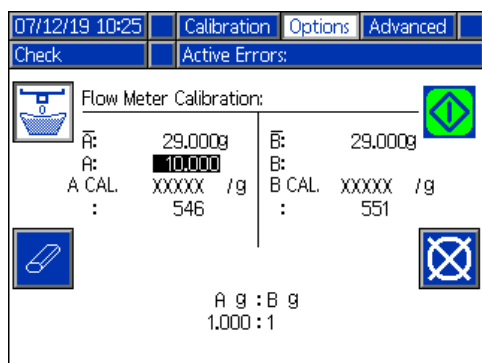

FIG. 35: Ange nettovikten
16. Väg materialet på A-sidan och ange nettovikten (i gram) i fältet till vänster på bilden. Se FIG. 35.
18. Ändra den mekaniska förhållandeinställningen om du kalibrerar en maskin med variabelt förhållande och blandningen som matas ut inte håller måttet (visas längst ner på skärmen som i FIG. 35).